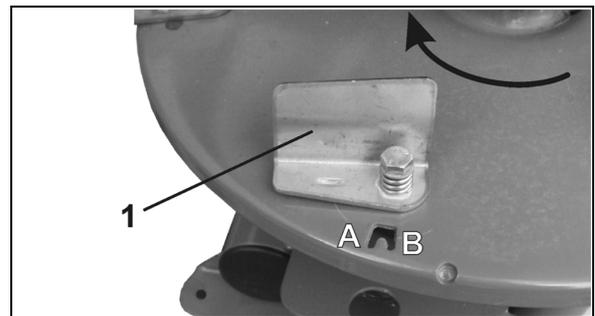
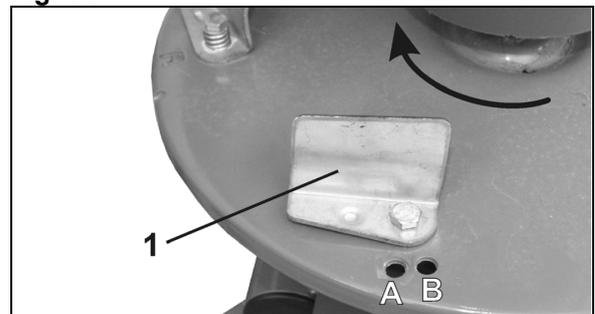

Fig. 14
Fig. 15
Les aubes d'épandage peuvent se régler sur deux positions (Fig. 14, Fig. 15).
- Trois aubes d'épandage avec ressort de pression pour réglage manuel (Fig. 14/1).
1. Trois aubes d'épandage avec réglage par desserrage des vis (Fig. 15/1).